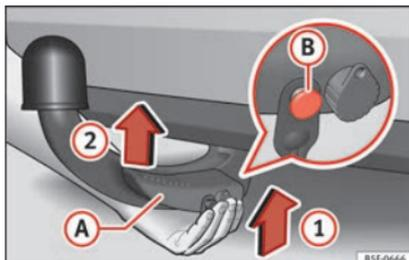

Abb. 236 Anbringen abnehmbaren Kugelkopf/Entriegelungsbolzen im entfalteten Zustand
- Den abnehmbaren Kugelkopf **von unten** » Abb. 236 halten und in die Hakenaufnahme